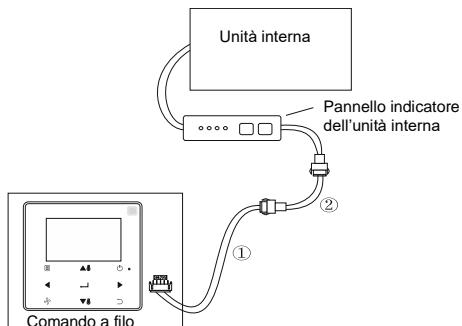

Fig. 12
6. Nell'unità interna CC di una generazione diversa dalla 2a generazione è necessario collegare il comando a filo attraverso la porta CN2 al connettore a 5 pin sul pannello indicatore dell'unità interna. Vedere fig. 12. Per l'interconnessione vengono utilizzati i cavi standard ① e ②, che fanno parte degli accessori del comando a filo.